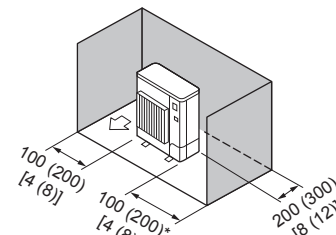

Fig. 2-8
- ③ Obstáculos sólo en la parte trasera y los laterales (Fig. 2-8)